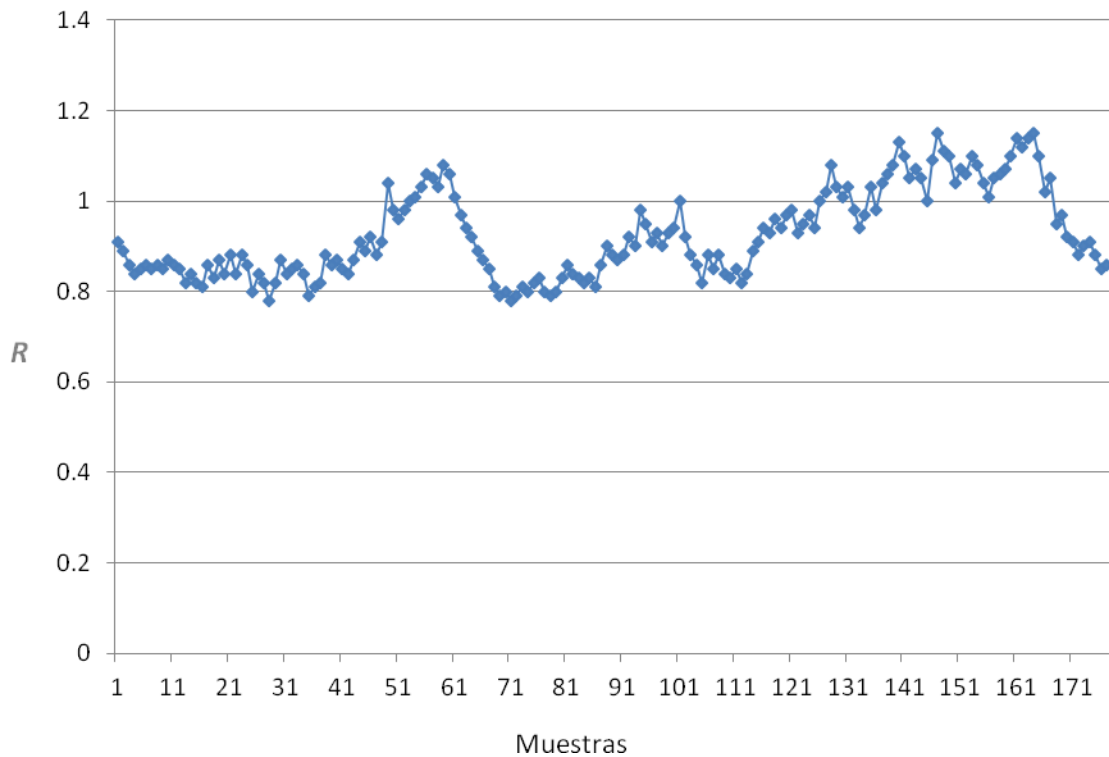

Imagen 4: Técnica empleada para inducir hipoxia progresiva.
- 3-Técnica de inducción de hipoxia (ligeramente modificada) empleada por Rebeck [34, 35] y compañía, imagen 4.
Con el sensor colocado en el dedo índice de la mano y encendido el prototipo, con una videocámara se pone a grabar el conjunto de valores R y enseguida se coloca la mascarilla como se muestra en imagen 4 para causar hipoxia progresiva (la respiración debe ser espontánea), se quita la mascarilla hasta que el sujeto de prueba lo soporte o antes de que empiece a sentir estragos (mareo), tomando dos o tres inspiraciones/exhalaciones para recuperarse; nuevamente se coloca la mascarilla para repetir la prueba.